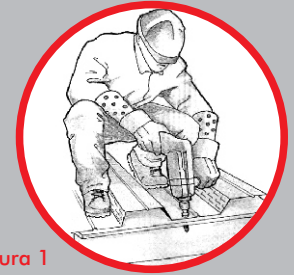

Figura 1
4. A medida que se colocan las sucesivas placas deben fijarse en cada valle en todos los apoyos interiores y exteriores con tornillo autorroscante, clavo de disparo o punto de soldadura eléctrica (Este último, si es placa cal. 22, a través de una arandela  $\varnothing$  10 mm). - Figura 1.